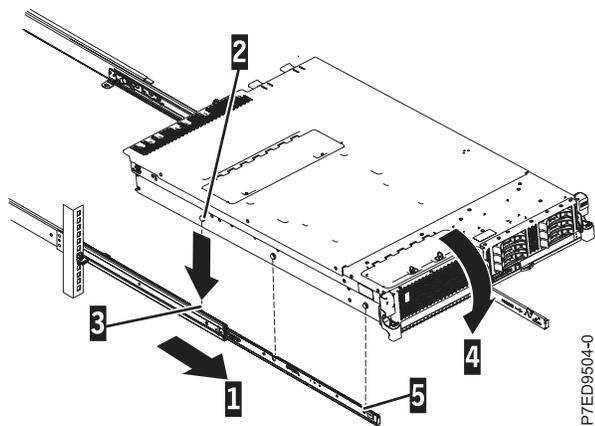

Abbildung 8. Schienen ausziehen und Nagelköpfe des Servers an den Aussparungen der Schiene ausrichten
2. Ziehen Sie die Schienen nach vorne (1), bis sie zweimal einrasten. Heben Sie den Server vorsichtig an und neigen Sie ihn so über die Schienen, dass die hinteren Nagelköpfe (2) am Server an den hinteren Aussparungen (3) an den Schienen ausgerichtet sind. Schieben Sie den Server nach unten, bis die hinteren Nagelköpfe in die beiden hinteren Aussparungen eingreifen, und senken Sie die Vorderseite des Servers (4) ab, bis die anderen Nagelköpfe in die anderen Aussparungen in den Schienen eingreifen. Stellen Sie sicher, dass sich die vordere Verriegelung (5) über die Nagelköpfe schiebt, wie in Abb. 8 dargestellt.